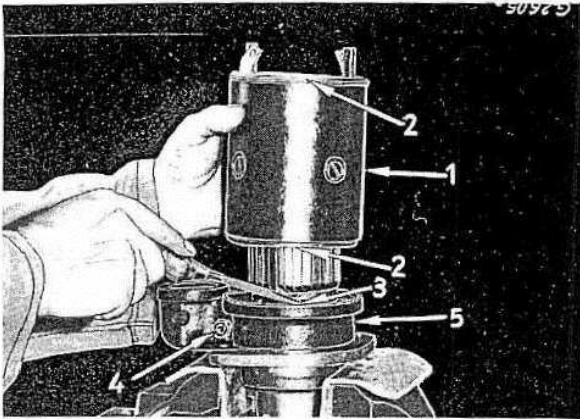

Bild 11
Polgehäuse abheben, Bild 11. Dann Schraube (4) entfernen.